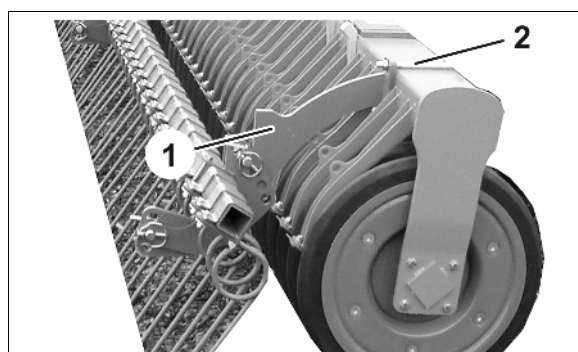

Fig. 15
- o Klemmbügel (Fig. 15/2) links und rechts lösen und Striegel mit Halter (Fig. 15/1) abnehmen.